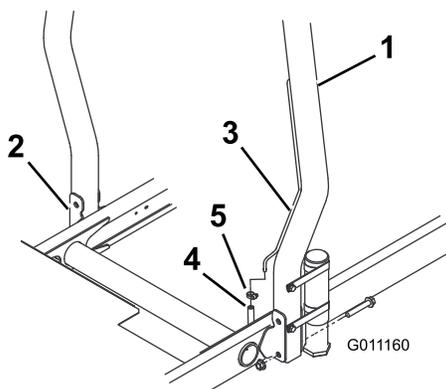

Figure 12
1. Abaissez l'arceau de sécurité sur les supports de montage du groupe de déplacement en alignant les trous de montage. Le tube d'évent de l'arceau de sécurité doit être placé du côté gauche de la machine (Figure 12).
- Fixez chaque côté de l'arceau de sécurité aux supports de montage avec 2 boulons à embase et contre-écrous (Figure 12). Serrez les fixations à 81 N m.